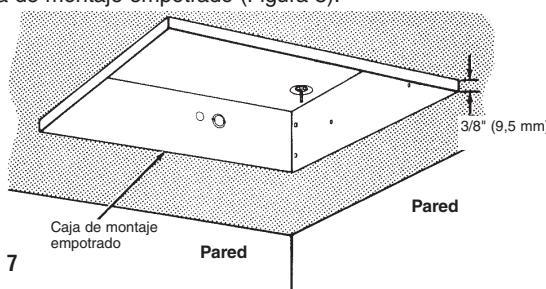

Figura 7
- Coloque la caja de montaje empotrado en la abertura del cielorraso y alinee las marcas de los costados de la caja de montaje con el fondo del cielorraso terminado (Figura 7). Esto posicionará el borde de la caja de montaje 3/8" (9,5 mm) por debajo del cielorraso y permitirá que la placa frontal empotrada quede colocada de plano contra el cielorraso.